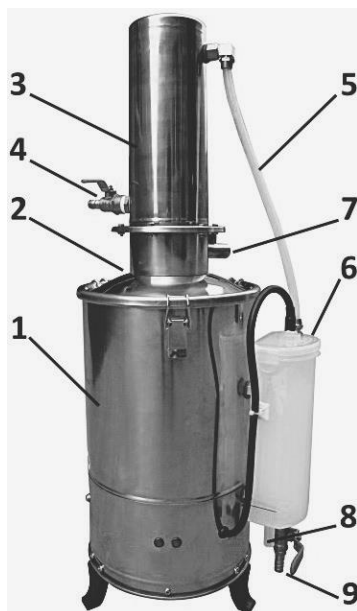

Рисунок 1 - Дистиллятор
- 8.1. Убедитесь в том, что сливной вентиль (Рисунок 1, позиция 9) закрыт.
- 8.2. Включите подачу питающей воды и с помощью вентиля подачи воды (Рисунок 1, позиция 4) установите небольшой расход до заполнения дистиллятора и появления истечения воды через дренажный патрубок (Рисунок 1, позиция 8).